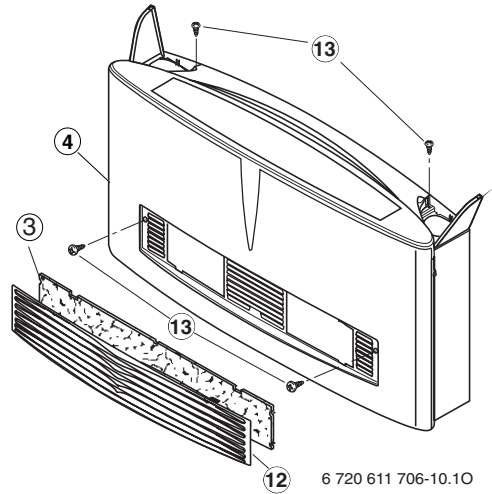

Bild 8 Luftfilter und Gehäuse (de)montieren
- ▶ Gehäuseblende (12) abnehmen.
- ▶ 4 Schrauben (13) lösen und Gehäuse (4) entfernen (Bild 8).
- ▶ **Vor der Erstinbetriebnahme:** Luftfilter ins Gerät einsetzen und Gehäuseblende einklippen (Bild 8).
- ▶ Gehäuseblende (12) ausklipsen (Bild 8).
- ▶ Gehäuseblende (12) einklipsen.